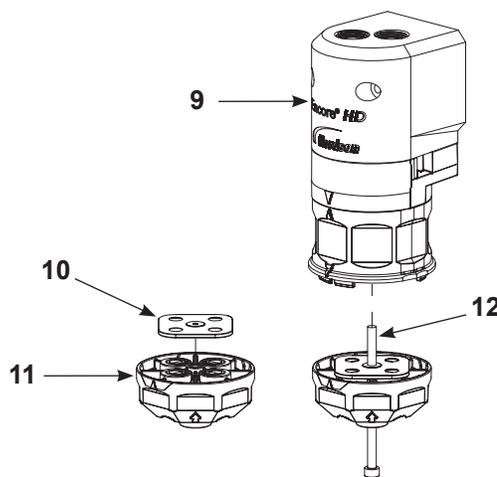

Рис. 23 Сборка прокладки и нижнего Y-блока
ПРИМЕЧАНИЕ: При каждой разборке насоса необходимо заменять прокладку Y-блока (поз. 10 на Рис. 23).
3. См. Рис. 23. Поставить прокладку (10) на нижний Y-блок (11), затем вернуть длинный винт со стопорной шайбой (12) через нижний Y-блок в корпус пережимных клапанов, верхний Y-блок и продувочный коллектор. Затянуть винт моментом 2,8–3,4 Н•м (25–30 дюйм-фунтов).